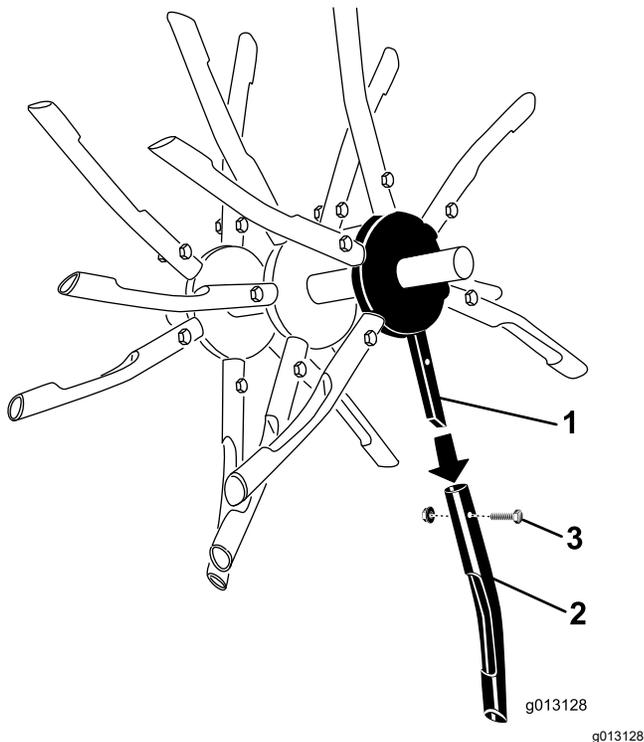

Figure 33
4. S'ils sont endommagés ou cassés, retirez l'écrou et le boulon qui fixent l'ensemble louchets (Figure 33).